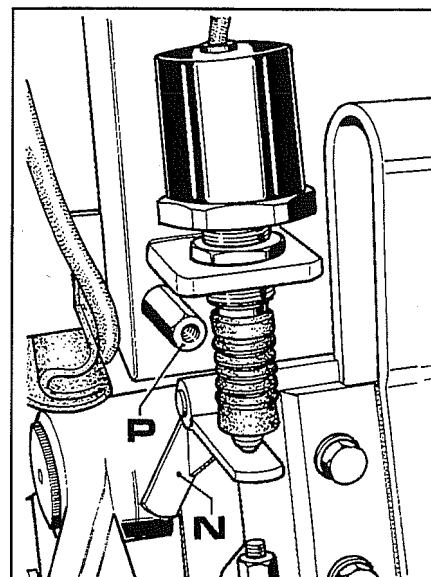
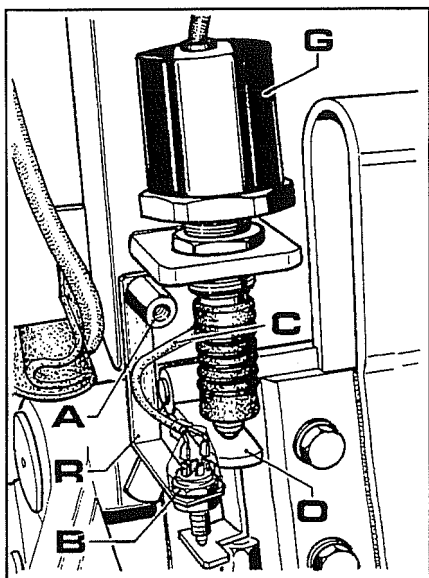

Fig. 39
Fig. 40
2. Substituir o mecanismo **N** fig.39 do sensor com o mecanismo sensor/interruptor de fim de curso **O** fig.40.
3. Retirar a coluna **P** fig.39 e montar o suporte interruptor fim de curso **R** com a nova coluna **A** fig.40 e a seguir montar o interruptor **B**.
4. Ligar a cablagem **C** fig.40 ao interruptor, passando-a por debaixo do suporte do assento até chegar à caixa de suporte comando levanta/baixa.
6. Verificar o exacto posicionamento do sensor **G** fig.40 baixando completamente o levantador, e regular o sensor de modo a conduzir a ponteira em contacto com o mecanismo **O**.